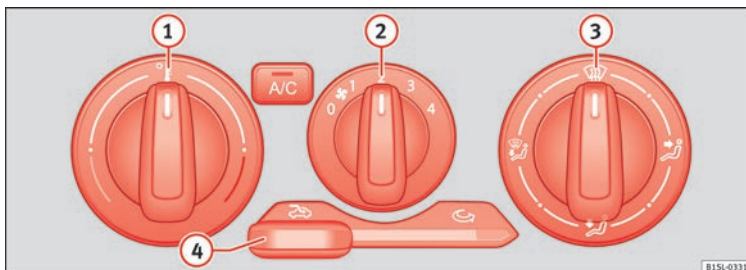

Fig. 38 Sur la console centrale supérieure : commandes du climatiseur manuel et du système de chauffage et d'air frais.
| Désactivation | Se désactive en tournant le bouton de réglage central ② à la position 0 »» fig. 38. |
| Température | Le bouton de réglage rotatif gauche ① »» fig. 38 permet de régler la température. |
| | Ventilateur Le bouton de réglage rotatif central ② »» fig. 38 permet de régler la vitesse du ventilateur. |
| Distribution de l'air | Le bouton de réglage rotatif droit ③ »» fig. 38 permet de régler la répartition de l'air |
Le bouton de réglage rotatif droit  » » fig. 38 permet d'éliminer le gel du pare-brise le plus rapidement possible et de désembuer ce dernier (fonction de dégivrage/désembuage).
Le bouton de réglage déplaçable  » » fig. 38 permet d'activer et de désactiver le recyclage de l'air ambiant » » page 140.